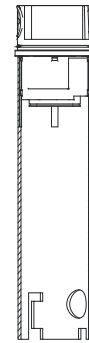

Abb. 7
- 7.11. Mit dem Montageschlüssel den Messeinsatz ins UPT führen (Abb. 7). Dabei auf Durchflussrichtung gemäß Pfeil im UPT und unten am Messeinsatz achten (O-Ring und 7 Löcher am Einlauf, Buchse im Auslauf).